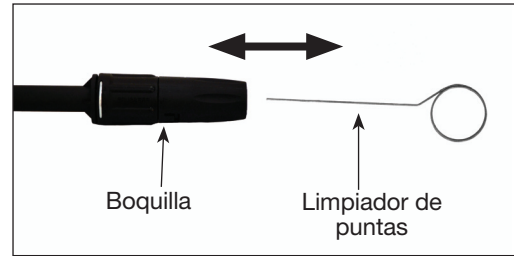

Figura 14
- Usando el limpiador de puntas que se incluye, o un sujetador de papeles desdoblado, introduzca el alambre en el orificio de la boquilla y muévalo hacia adelante y hacia atrás hasta quitar la obstrucción (vea la figura 14).